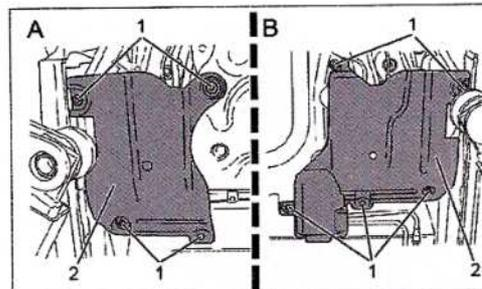

FIG. 53
- Desmontar los tornillos (1) y (2) (Fig.53).